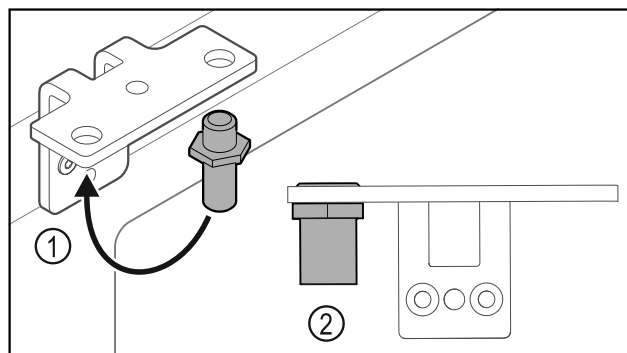

Fig. 23
- Prestavite sornik v kotniku tečajev vrat Fig. 23 (1).
- Sornike Fig. 23 (2) zategnite z **zateznim momentom 12 Nm**.